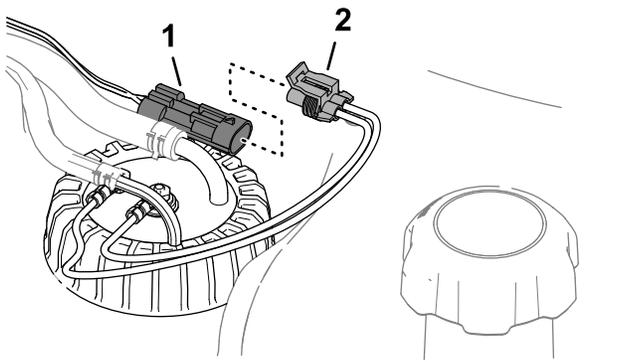

Bild 92
- Trennen Sie den 2-poligen Steckverbinder des Kraftstoff-Füllstandsensors von dem 2-poligen Steckverbinder des Maschinenkabelbaums (Bild 92).